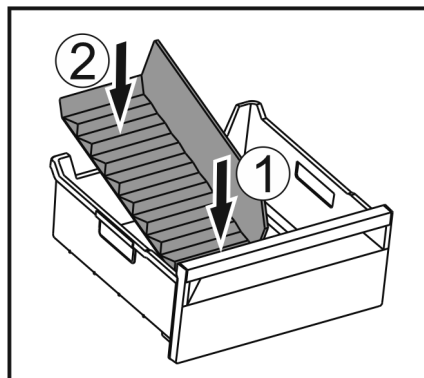

Fig. 150
- Inserire la parte anteriore del divisore dello scomparto del ghiaccio. Fig. 150 (1)
- Abbassare la parte posteriore del divisore dello scomparto del ghiaccio fino al fondo del cassetto. Fig. 150 (2)